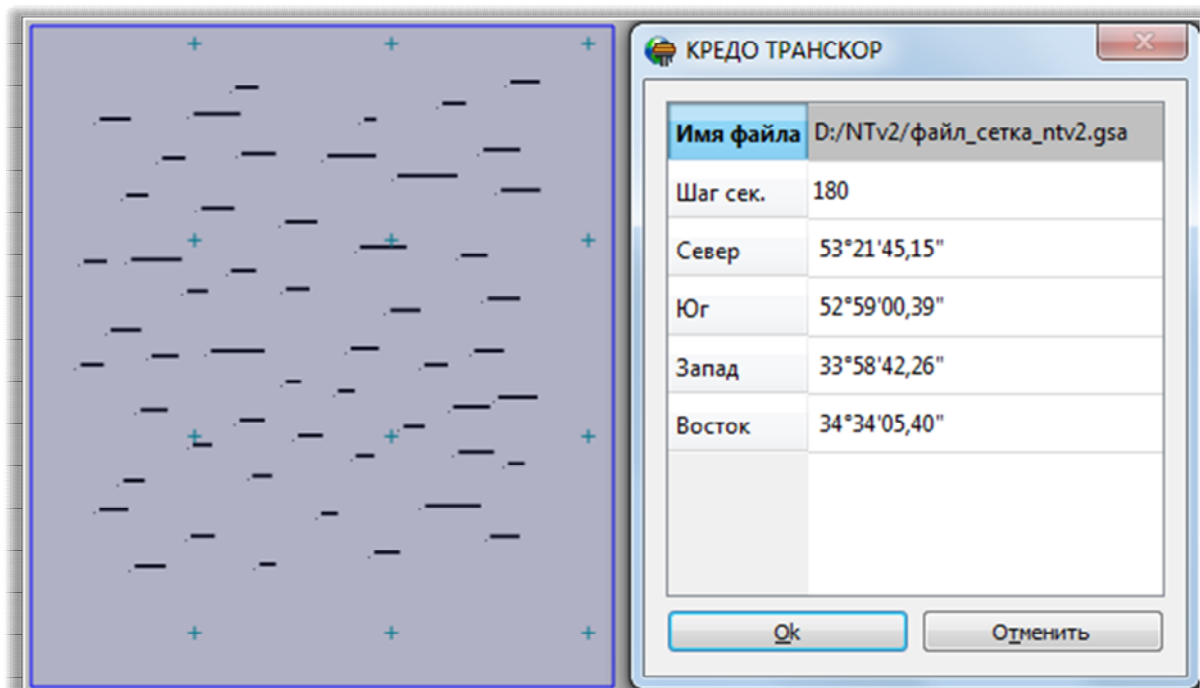

Рисунок 5.45
- при помощи курсора и зажатой левой клавиши мыши выделите контуром все точки в окне **План** (рисунок 5.45);